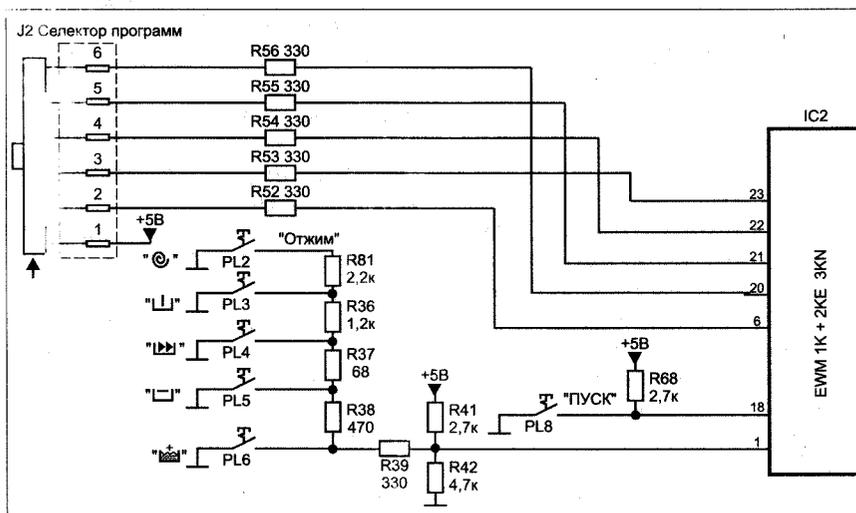

Рис. 6. Принципиальная электрическая схема. Элементы управления, МК, цепи соединения с селектором программ
- кнопки выбора режимов. Все эти кнопки подключены через весовые резисторы в составе делителей напряжения на входы АЦП МК (рис. 6);
- селектор программ. Он представляет собой многопозиционный переключатель. На его выв. 1 подается питание 5 В, а с остальных пяти выводов снимаются различные потенциалы в виде параллельного двоичного кода (определяется в зависимости от положения ручки селектора) и поступает на соответствующие выводы МК (рис. 6).